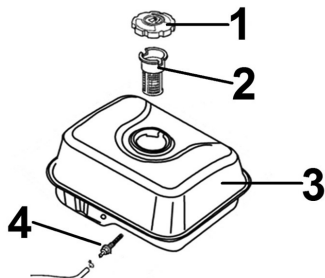

Рис. 20 Топливные фильтры
В топливном баке установлены два сетчатых топливных фильтра. Один фильтр устанавливается в заливной горловине топливного бака. Второй фильтр конструктивно объединен со штуцером топливного бака и установлен внутри бака (Рис. 20).
3. Выкрутите из топливного бака выходной штуцер (Рис. 20 п. 4) и произведите его очистку. Внимательно осмотрите сетчатый фильтр. При обнаружении механических повреждений замените штуцер топливного бака.